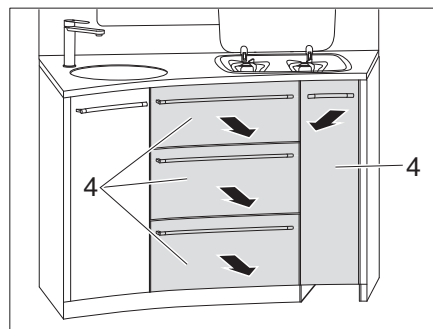

Fig. 111 Extraer los cajones de la cocina
- Extraer los cajones de la cocina (Fig. 111,4).